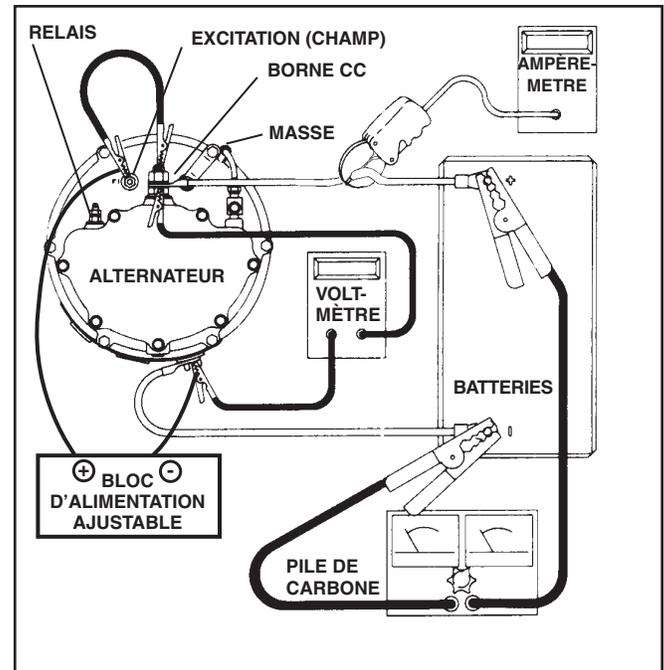

Figure 4 - Connexions d'essai typiques
Voir Figure 4 pour les connexions d'essai typiques.
3. Connecter un voltmètre et un ampèremètre au circuit, tel qu'illustré en Figure 4.
6. Connecter un bloc d'alimentation réglable d'une capacité de 28 V et de 6 A. Voir Figure 4.
Pour vérifier l'alternateur sur un banc d'essai, faire les branchements électriques illustrés en Figure 4 en opérant à une vitesse spécifique. Les lectures de sortie recommandées sont indiquées dans la documentation du fabricant. Faire l'ajustement de la pile de carbone pour obtenir le niveau de sortie désiré.